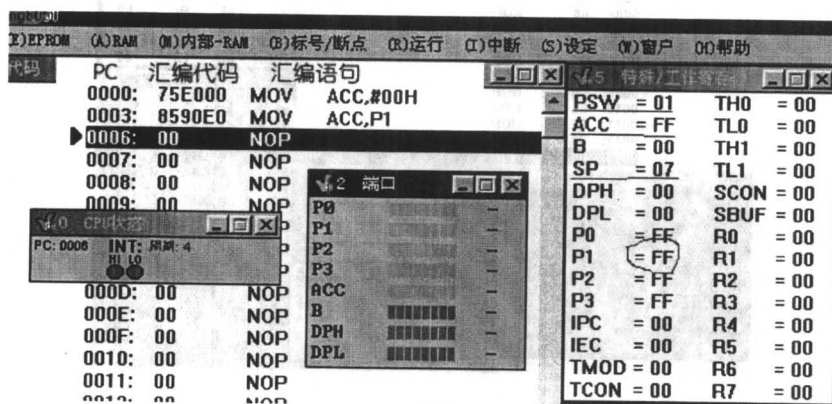

图 1-4
(3) 从“(R) 运行”菜单中运行“(O) 单步”。[汇编代码]窗的光标会一步一步向下执行, 同时各寄存器和其他窗口也跟着变化, 指示运行光标前一步后各“部件”情况。当运行到 0006: 处时, ACC 指示为全高, 值 = FF。说明 MOV ACC, P1 这条指令的确将 P1 口的数据传送到 ACC。若在执行到 0003: 时, 用鼠标将 P1 的最高位清低, 那么运行到 0006: 时 ACC 就是 7F。
(4) 关于[汇编代码]窗的数据意义如图 1-4。该窗列出了 PC 值、汇编代码、原汇编语句, 例如第一行与第二行的 PC 值差 3, 表明该语句运行时需要 3 个机器周期, 这对需要编写严格时序的程序非常有用。